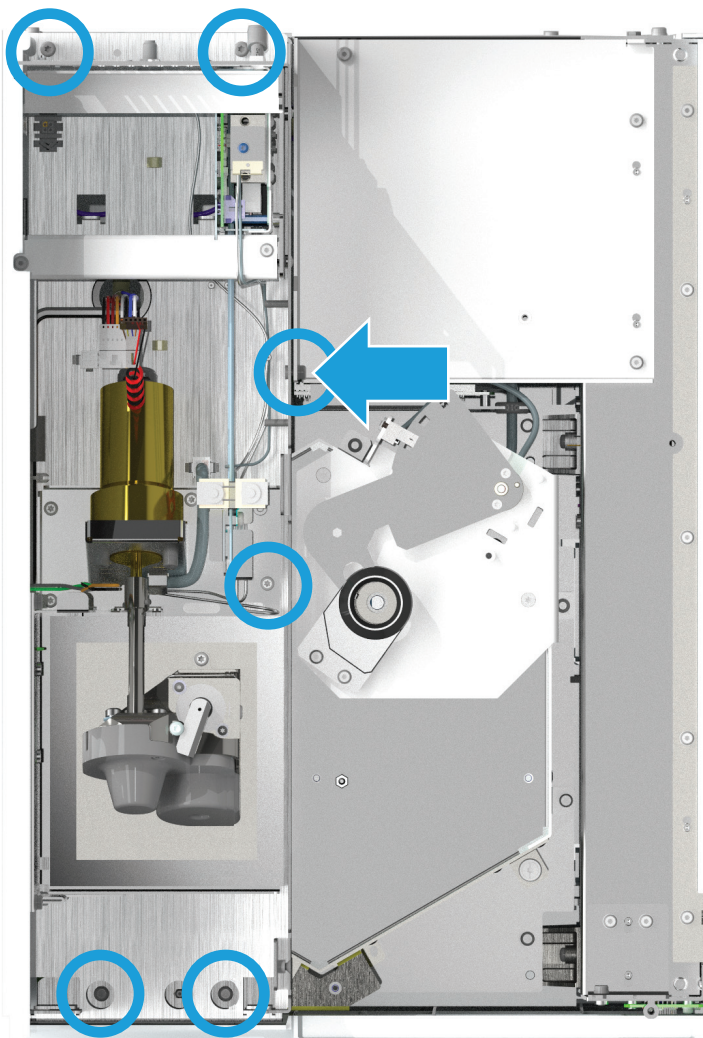

Figure 8. Desserrez les vis qui fixent l'ensemble pneumatique
- 11 Desserrez les 6 vis qui fixent l'ensemble pneumatique au châssis. Notez qu'une vis se trouve sur le côté de l'ensemble. (Figure 8).